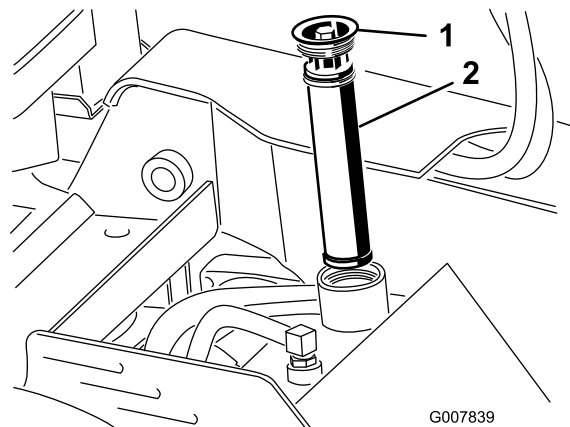

Bild 58
5. Entfernen und entsorgen Sie alten Filter (Bild 58).
6. Setzen Sie den Ersatzhydraulikfilter und den Deckel (Bild 58) ein und ziehen Sie die Schraube oben mit 13-15,5 Nm an.
6. Entfernen Sie den Deckel des Hydraulikbehälters und den Filter (Bild 58).
12. Setzen Sie den Hydraulikfilter und den Deckel (Bild 58) ein und ziehen Sie die Schraube oben mit 13-15,5 Nm an.